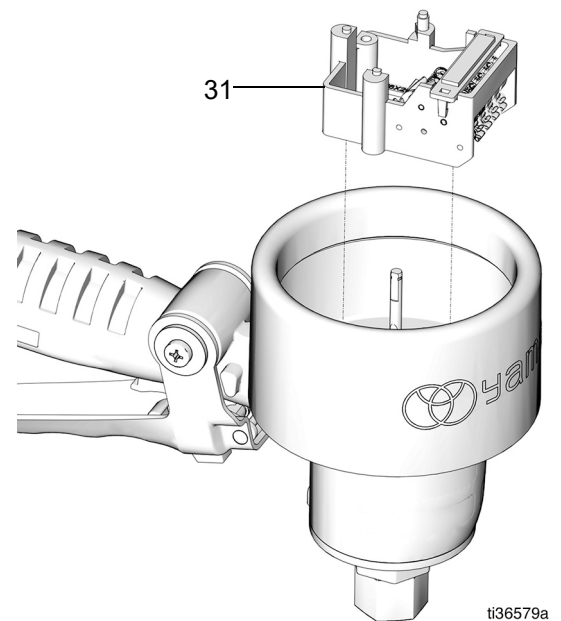

図 13
7. カウンタアセンブリ (31) 全体を取り外します (図 13)。